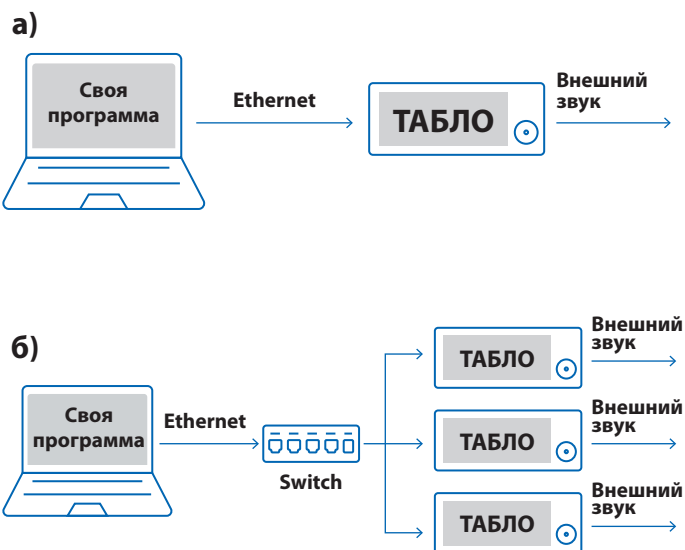

Рисунок 5. Подключение Табло к компьютеру.
2. Командами в протоколе Modbus TCP от программы, используемой вами. Для этого нужно иметь постоянное подключение всех Табло к компьютеру по сети Ethernet (рис.5).
Для записи экранов в память и последующего управления Табло, все Табло должны подключаться к компьютеру через интерфейс Ethernet TCP/IP в пределах одной подсети (рис.5).